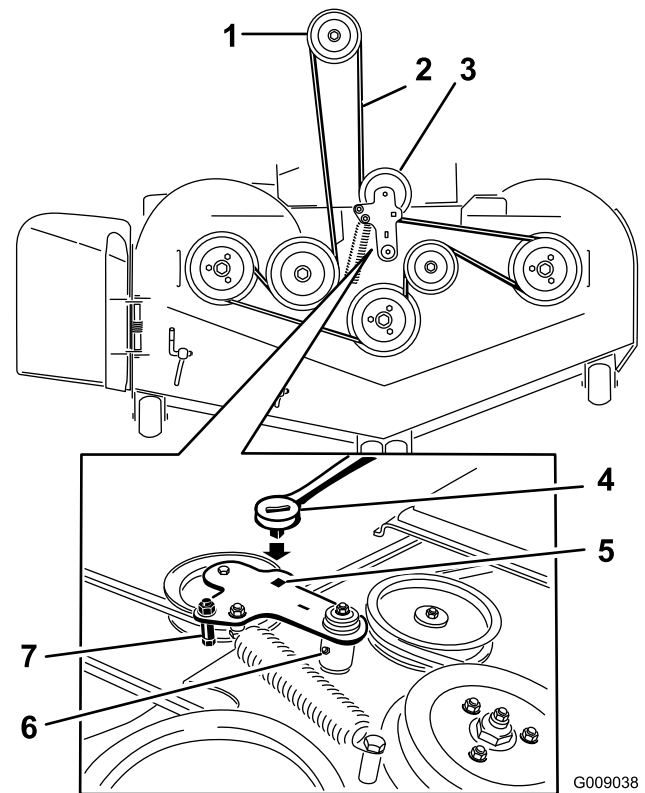

Figura 80
10. Instale la guía de la correa en el brazo tensor (Figura 80).
11. Utilizando la llave de carraca en el taladro cuadrado, instale el muelle tensor (Figura 80).
5. Utilice una llave de carraca en el taladro cuadrado del brazo tensor para aliviar la tensión del muelle tensor (Figura 80).
7. Instale la guía de la correa en el brazo tensor tensado con muelle (Figura 80).
9. Pase la correa nueva alrededor de las poleas del cortacésped y de la polea del embrague, debajo del motor (Figura 80).